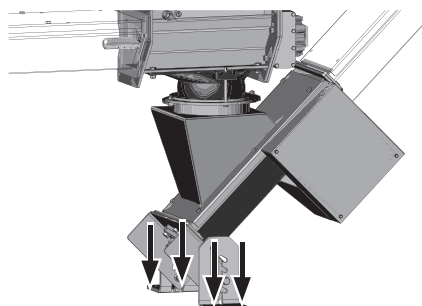

Fig. 173 Avvitare saldamente il trasferimento (accessori: coclea verticale/intermedia) al pavimento
- ▶ Ove presente, fissare il trasferimento (accessori: coclea verticale/intermedia) al pavimento – Fig. 173.